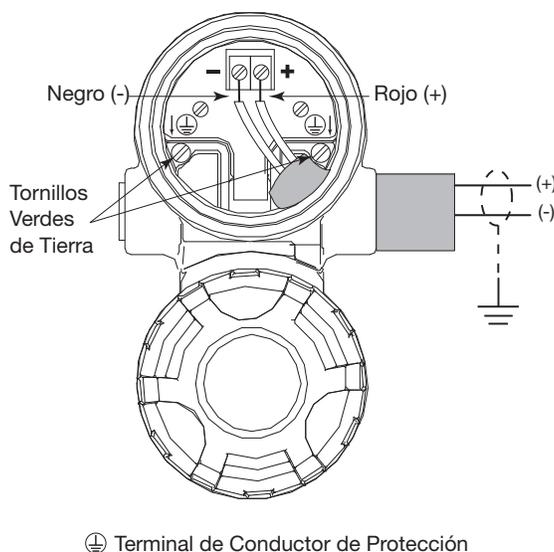

Figura 1
3. Conecte la tierra al tornillo verde aterrizado más cercano. Vea la Figura 1. Use mínimo 18 AWG con rango de hasta 85° C.